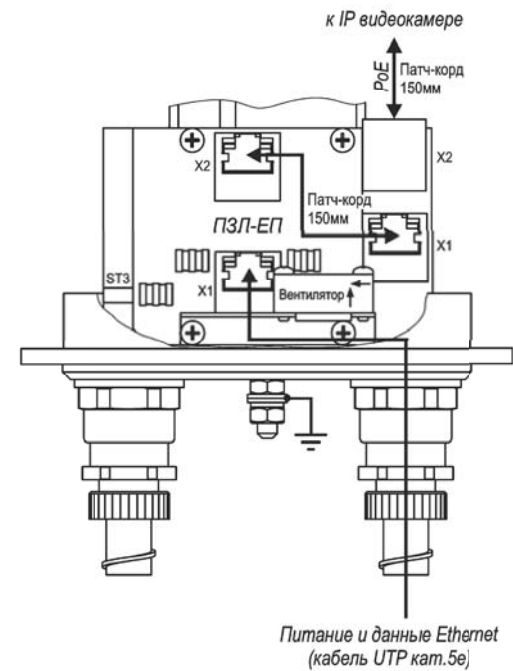

Рис.4 Подключение ТГБ-8Г Ex PoE+ с платой ПЗЛ-ЕП
- При использовании платы ПЗЛ-ЕП внешний кабель UTP кат.5е подключить к разъёму X1 платы ПЗЛ-ЕП (рис.4), а разъем X2 платы ПЗЛ-ЕП соединить патч-кордом с разъемом X1 платы сплиттера.